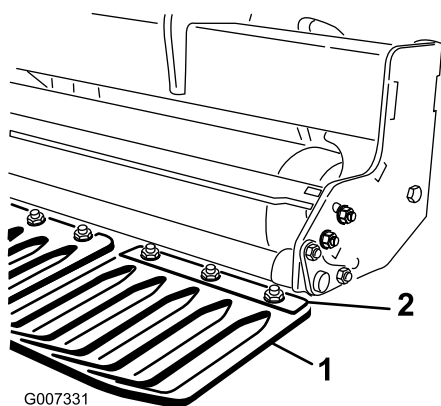

Figura 17
1. Allentate i dadi che fissano le fascette delle protezioni del tappeto erboso alla barra delle protezioni del tappeto erboso (Figura 17).